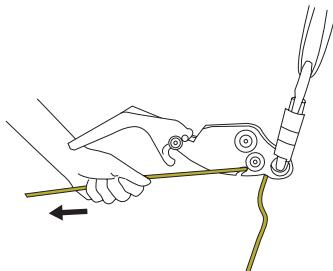

Abb. 5
6. Durch Ziehen am freien Ende des Seils gemäß Abb. 5 jegliches Spiel beseitigen.
Nach dem möglichst straffen Spannen des Seils zwischen Verankerung und der zu rettenden Person (Abb. 5) ist die belastete Absturzsicherung so einzustellen, dass die Person so weit abgesenkt wird, bis ihr Gewicht vollständig auf dem Smartline X ruht. Dann kann die andere Absturzsicherung entfernt und der Absieg begonnen werden.